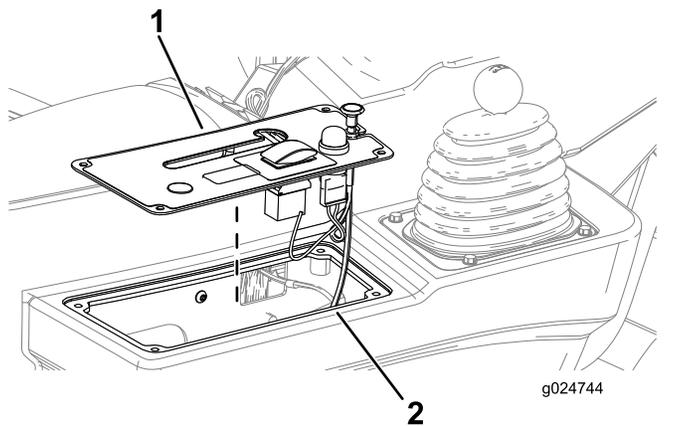

Figura 19
1. Allineate la copertura del quadro di comando con la consolle laterale (Figura 19).